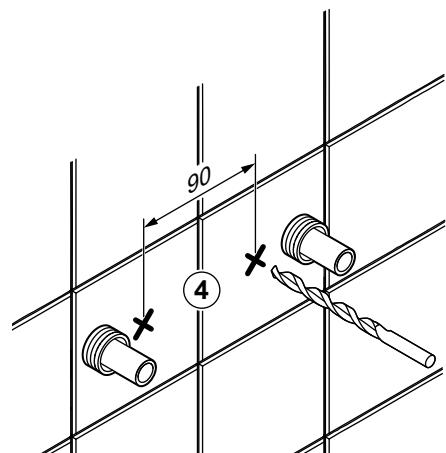

Fig. 1
Alla infästningar med skruv genom tätskikt ska tätas, se "Fig. 1" eller "Fig. 2". Material för tätnings ska fästa mot underlaget och vara vattenbeständigt, mögelresistent och åldersbeständigt.
- The screw mountings should be of a sturdy design, for instance made of concrete, wooden studs, wooden nogging pieces or a design that has been tested and approved for mounting, e.g. pad design. All attachment points must be sealed. See "Fig. 1" or "Fig. 2". The sealant material must attach firmly to the underlying surface and be water-resistant, mould-resistant and non-ageing.